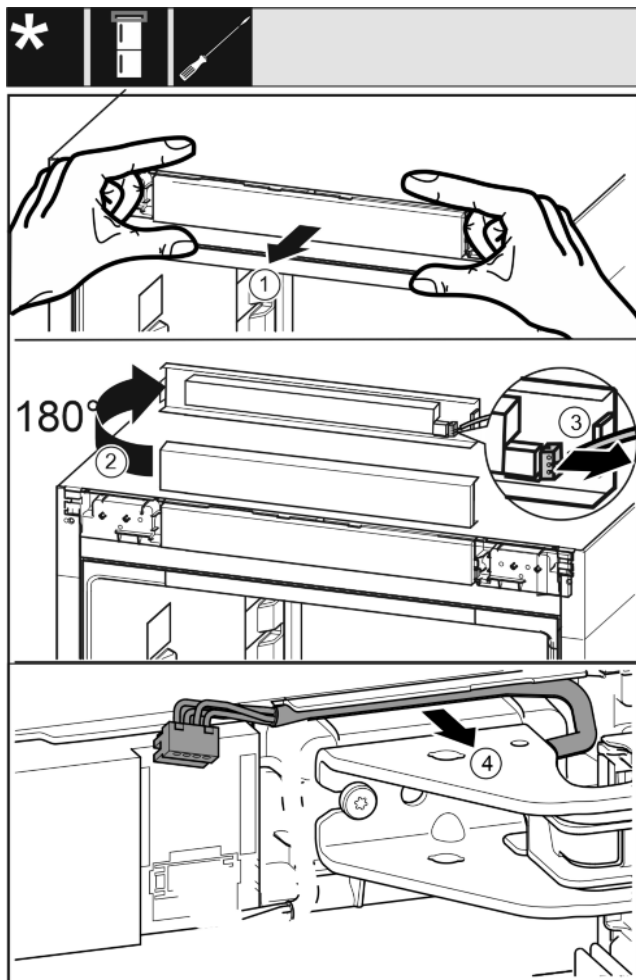

Fig. 15
- Oprezno odvojite masku uređaja za rukovanje prema naprijed. Fig. 15 (1)
- Okrenite masku za rukovanje prema gore za 180°. Fig. 15 (2)
- Pritisnite jezičac prema natrag i oprežno izvucite utikač. Fig. 15 (3)
- Oprezno otpustite kabel iznad podloška ležaja iz vodilice. Fig. 15 (4)